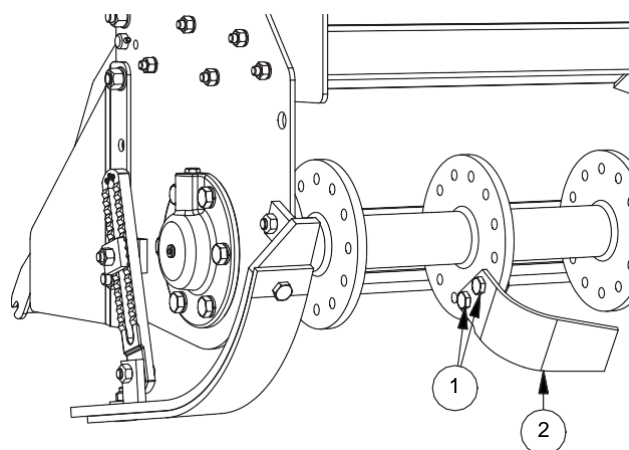

FIG. 19
- Lossa de två skruvarna (1, "fig. 19").
- Ta bort kniven (2)